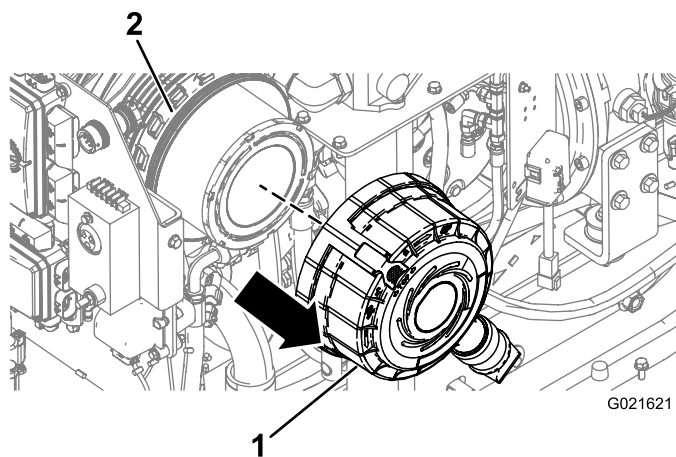

Рисунок 80
7. Оттяните крышку воздухоочистителя от корпуса фильтра и снимите крышку (Рисунок 80).
3. Установите крышку фильтра воздухоочистителя в требуемое положение относительно корпуса фильтра (Рисунок 80).